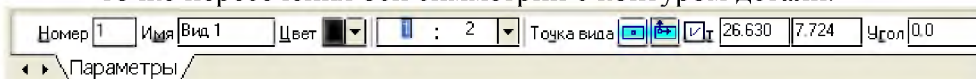

Рис. 16.
4. Выбрать из главного меню команды **Вставка – Вид**, в нижней панели задать его параметры (номер вида – 1, масштаб 1:2, имя вида - 1), рис.16, начало координат следует установить в точке пересечения оси симметрии с контуром детали.